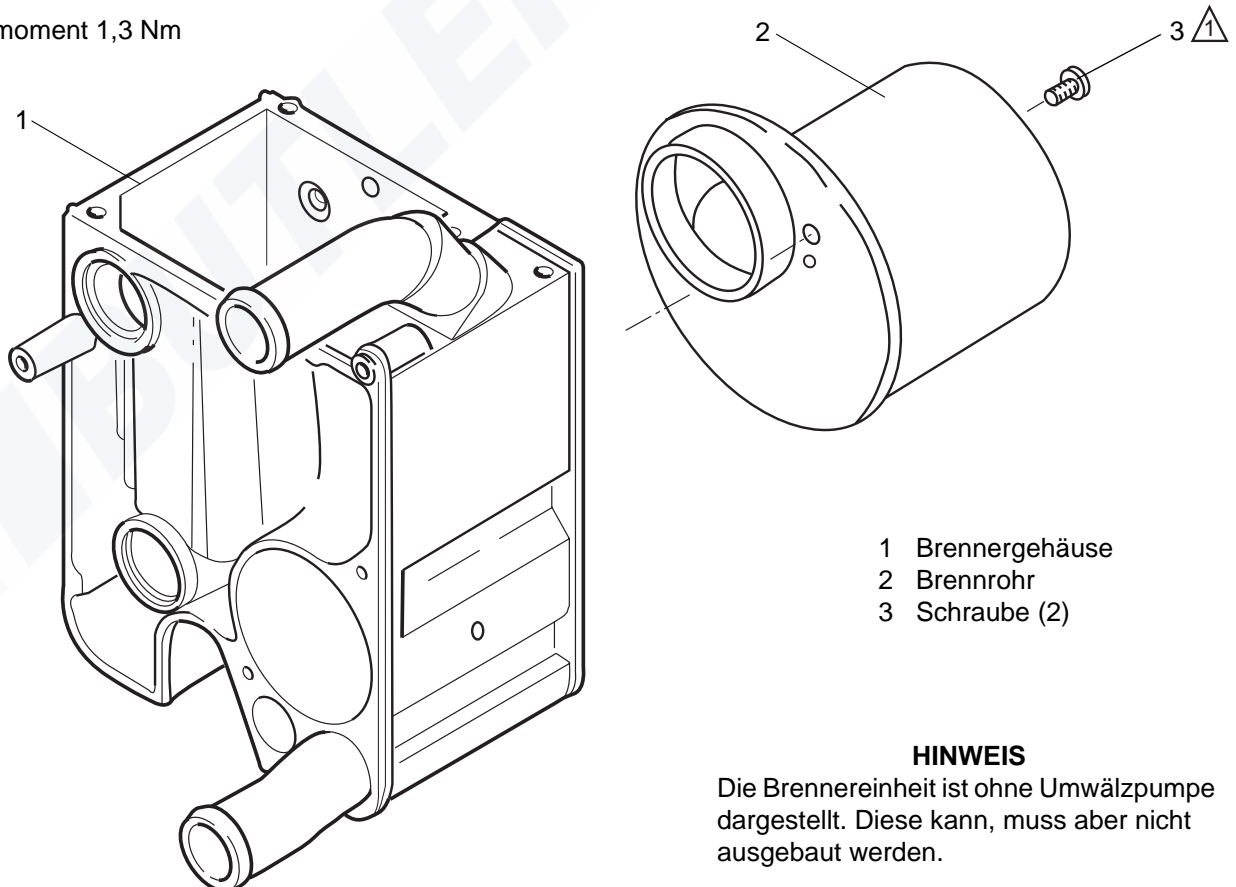

Abb. 904 Wechsel des Brennröhres bzw. des Brennergehäuses
5. Schrauben (3, Abb. 904) entfernen.
6. Brennröhr (2) aus dem Brennergehäuse (1) herausziehen.
7. Ggf. Brennröhr (2), Brennergehäuse (1) und Schrauben aussondern.
1. Brennergehäuse (1, Abb. 904) und Brennröhr (2) in Zusammenbau-lage bringen und mit Schrauben (3) befestigen.
2. Schrauben (3) mit 1,3 Nm anziehen.